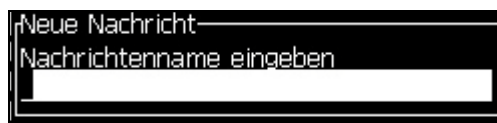

Abbildung 5-4: Das Dialogfeld New Message (Neue Nachricht)
- 2 Wählen Sie *New Message (Neue Nachricht)*. Das Dialogfeld *New Message (Neue Nachricht)* erscheint (siehe Abbildung 5-4).